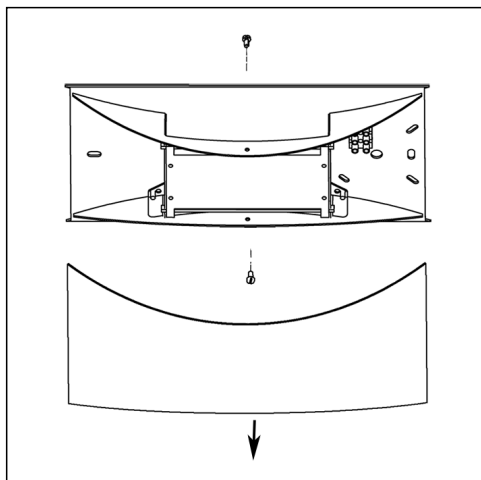

fig. 1
- 1 前面カバーのネジ(2本)をはずします。(fig.1参照)